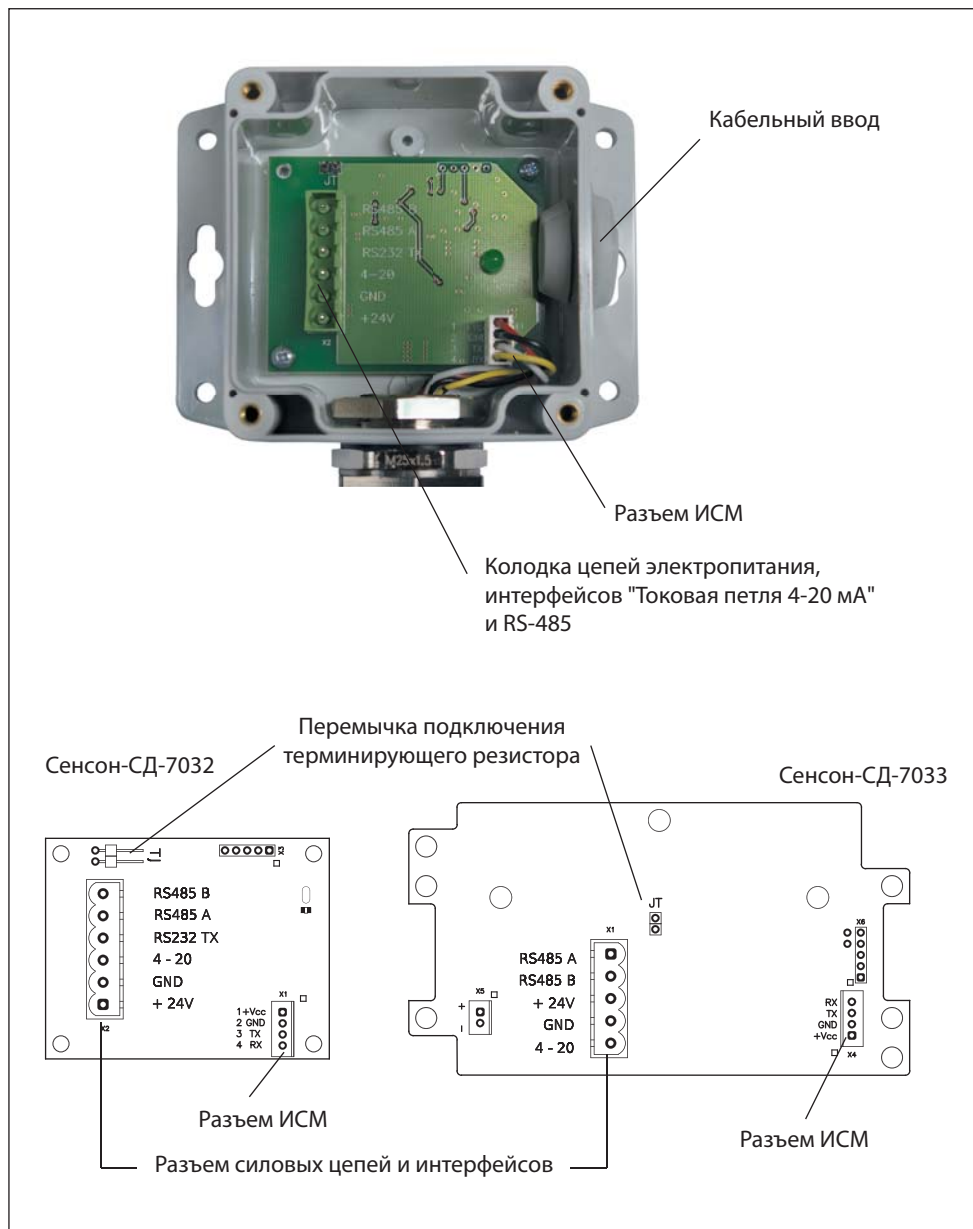
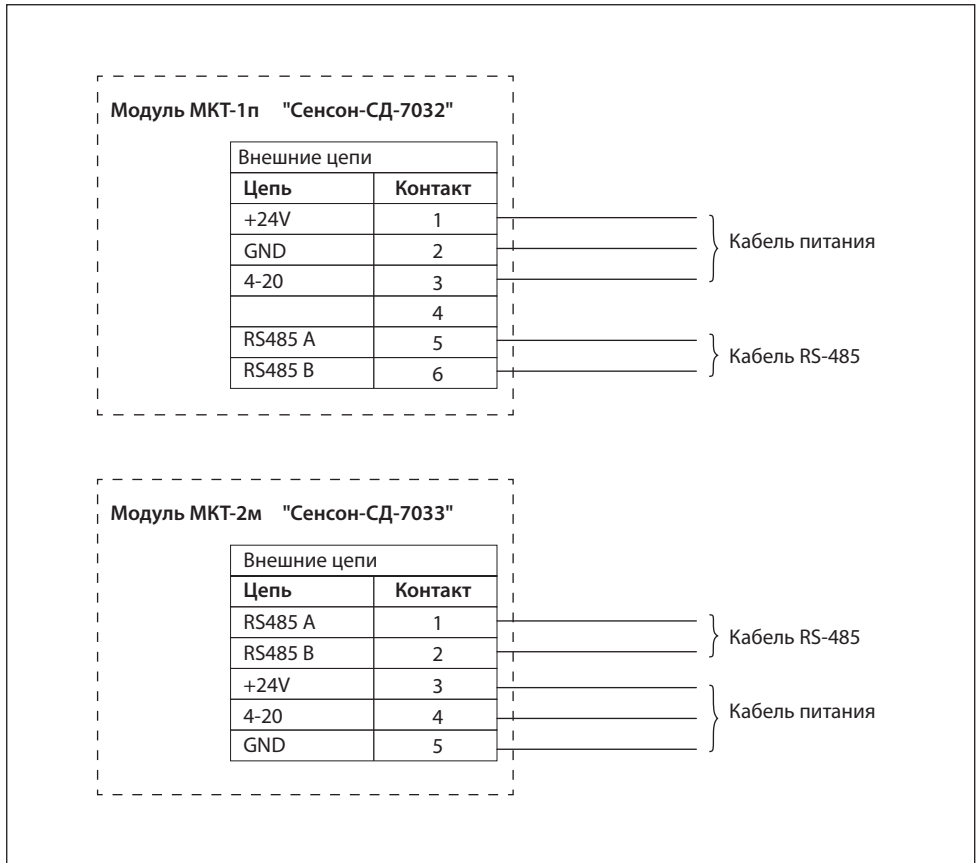

Рис.7. Коммутационные элементы: модель 7032 (слева), модель 7033 (справа)
Рис.8. Схема подключения ГА "Сенсон-СД" модели 7032 и 7033
3. Открутите четыре винта и снимите крышку корпуса модуля МКТ (рис.7).
- Отсоедините кабельную часть разрывной колодки внешних цепей. Подключите кабели в соответствии с маркировкой на плате (рис.7) и на схеме подключения (рис.8). Прочно закрутите отверткой фиксирующие винты кабельных колодок.
7. Если необходимо отключить/подключить терминирующий резистор (в зависимости от конфигурации сети), снимите/установите перемычку в позицию JT (см. рис.7).